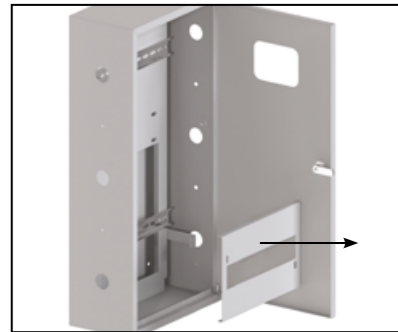

Рис. 42
- 3.2. Выкрутить два самореза 4,2×13 – для ЯУР 600, ЯУР 400 (1.1), четыре – для ЯУР 300 (1.1) и снять фальш-панель (1.4). Саморезы 4,2×13 сохранить (рис. 42).